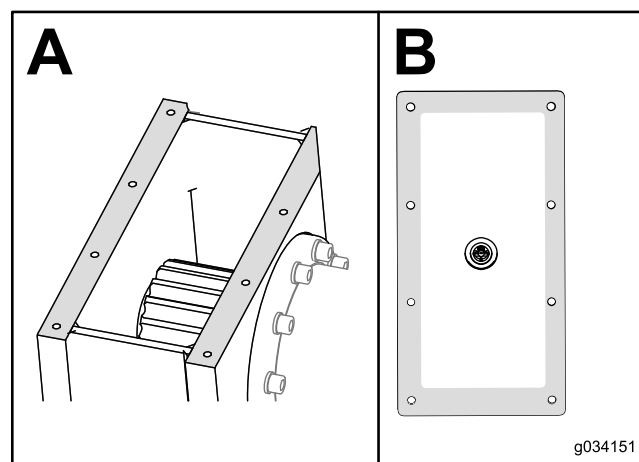

Рисунок 105
9. Очистите картер редуктора и крышку от герметика (Рисунок 105).
10. Нанесите новый автомобильный герметик, вулканизирующийся при комнатной температуре (RTV), по краю крышки (вид В на Рисунок 105).